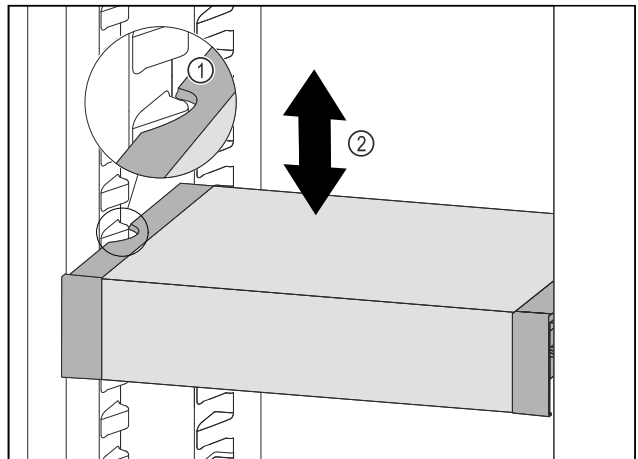

Fig. 51
- Tirer le VarioSafe vers l'avant jusqu'à ce que les encoches latérales du VarioSafe soient à la hauteur de la nervure du bac dans la partie réfrigérateur. Fig. 51 (1)
- Déplacer le VarioSafe vers le haut ou vers le bas dans la partie réfrigérateur jusqu'à ce que la hauteur souhaitée soit atteinte. Fig. 51 (2)